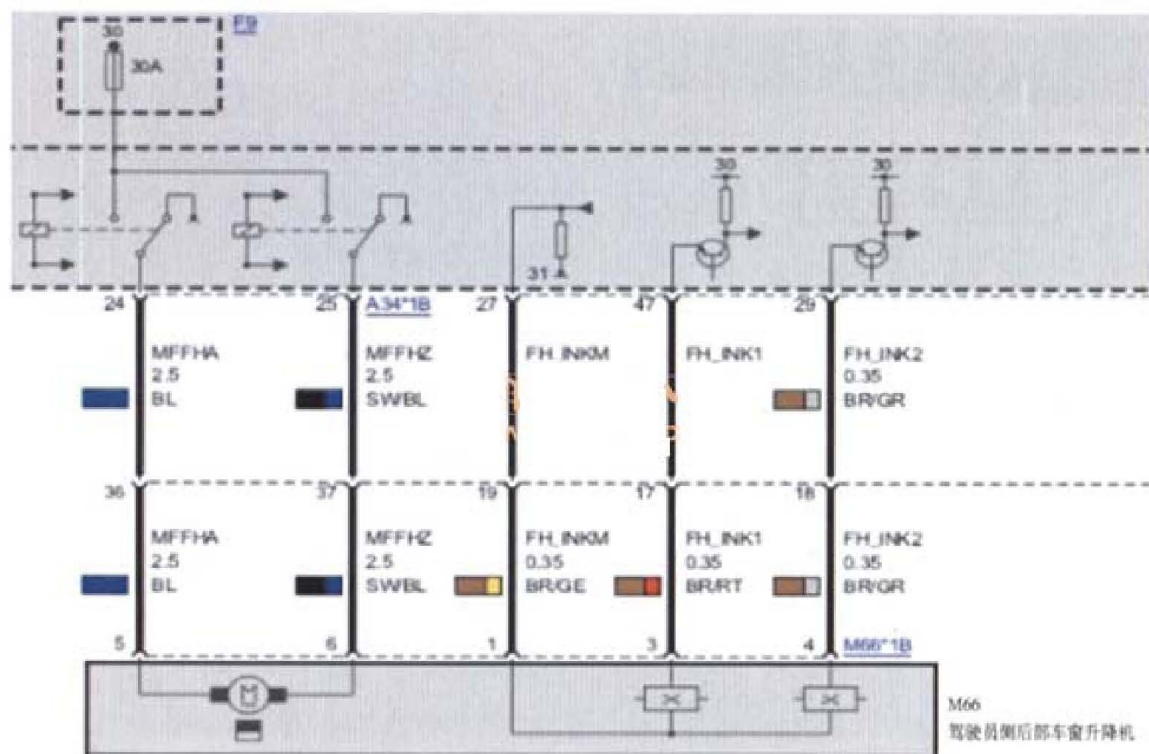

图1 JBE接线盒电子装置电路
- 3). 进入车窗升降的检测计划分析，使用诊断仪激活前乘客侧后部车窗电机，没有反应。根据诊断仪的提示要检查 JBE（接线盒电子装置）与驾驶员侧后部车窗升降机驱动装置的导线，检查导线正常。检查车窗升降机的信号线，如图 1 所示。